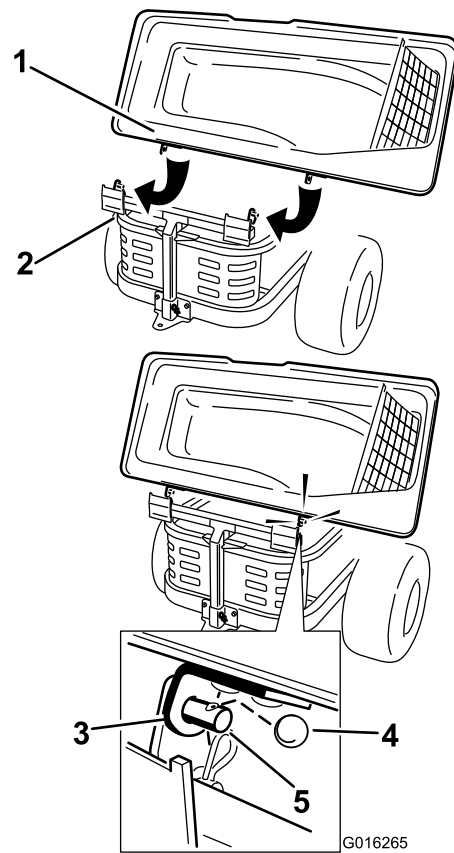

Bild 13
1. Bauen Sie die Abdeckung des Heckfangsystems am Rahmen des Heckfangsystems ein. Schieben Sie die Halterungen über die Streben im Heckfangsystemrahmen und setzen Sie den runden Splint in das Loch in der rechten Strebe (Bild 13). Drehen Sie das Heckfangsystem um in die Betriebsstellung. Der Einbau der Abdeckung des Heckfangsystems ist einfacher, wenn dies zwei Personen tun.